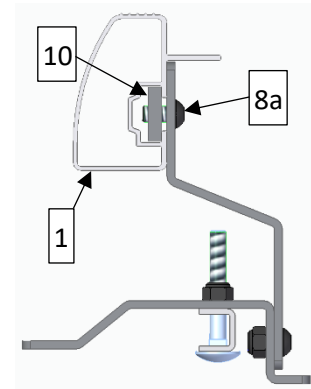

Abbildung 3
Nun können die Nutensteine (10) der Anbauteile in die langen Rahmenprofile 3.424mm (1) geführt werden (Abb. 3). Wenn die Profile rechts und links vom Fahrzeug in den Anbauteilen hängen, müssen sie positioniert und die Linsenkopfschrauben (8a) an den Anbauteilen festgezogen werden.